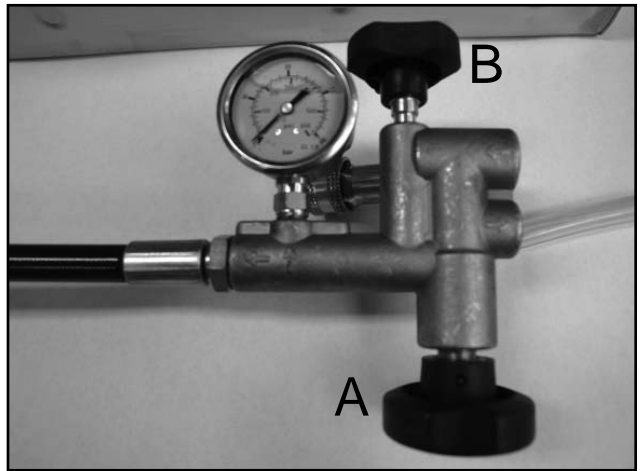

Fig. 3
3. Öffnen Sie Ventil (a) und Ventil (b) (siehe Abb. 3) um ca. 1 Umdrehung.